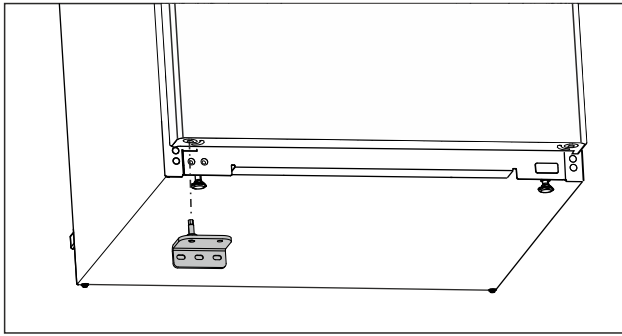

Fig. 24
- Sett inn den nedre lagerbukken på motsatt side. (se Fig. 24)